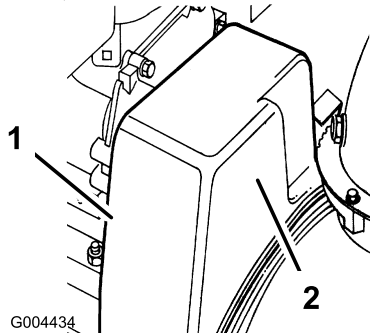

Figure 36
2. Retirez les 2 boulons à embase de fixation du couvercle de courroie et mettez ce dernier de côté (Figure 36).
1. Retirez les 2 boulons à embase de fixation du couvercle de courroie et mettez ce dernier de côté (Figure 36).